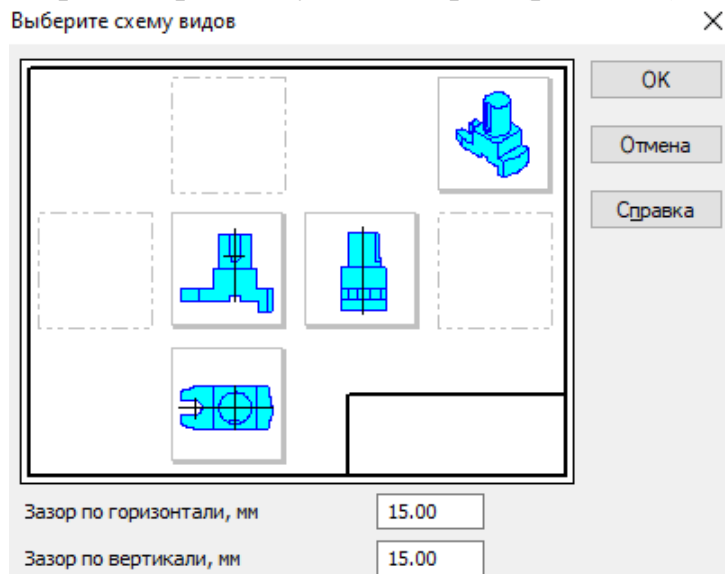

Рис. 8.22
19. Побудуємо асоціативне креслення. Для цього створимо нове креслення. Формат *A3*, горизонтальний. На компактній панелі вибрати *Вставка - Вид з моделі - Стандартні...*. На *Панелі властивостей* у вікні *Схема* додаємо в верхній правий кут *Ізометрію* (рис. 8.22).